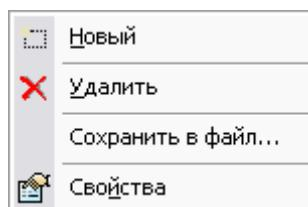

Рис. 99
Работа с типами ресурсов ведется посредством контекстного меню, вызываемого нажатием правой кнопки мыши на тип ресурса (Рис. 99).
1. Выберите пункт меню **Новый** (Рис. 99).
С типами ресурсов можно проделывать следующие операции (Рис. 99):